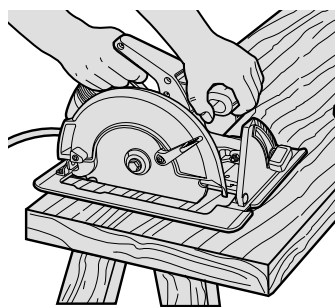
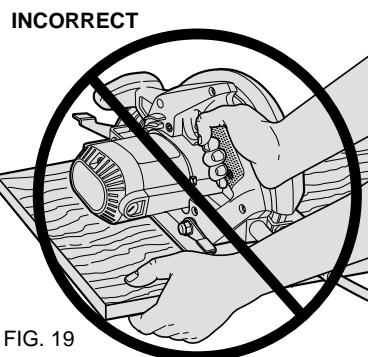

FIG. 18
FIG. 19
**AVERTISSEMENT** : Il est essentiel de bien soutenir la pièce à découper et de bien saisir la scie afin de prévenir les risques de blessures. La figure 18 montre la bonne façon de tenir l'outil.
Soutenir la pièce à découper de sorte que la ligne de coupe se trouve sur la droite. Placer la partie large du patin sur la partie soutenue du matériau et non sur la partie du matériau qui tombera après la coupe. La figure 18, par exemple, illustre la **BONNE** façon de découper l'extrémité du matériau; tandis que la figure 19 montre la **MAUVAISE**